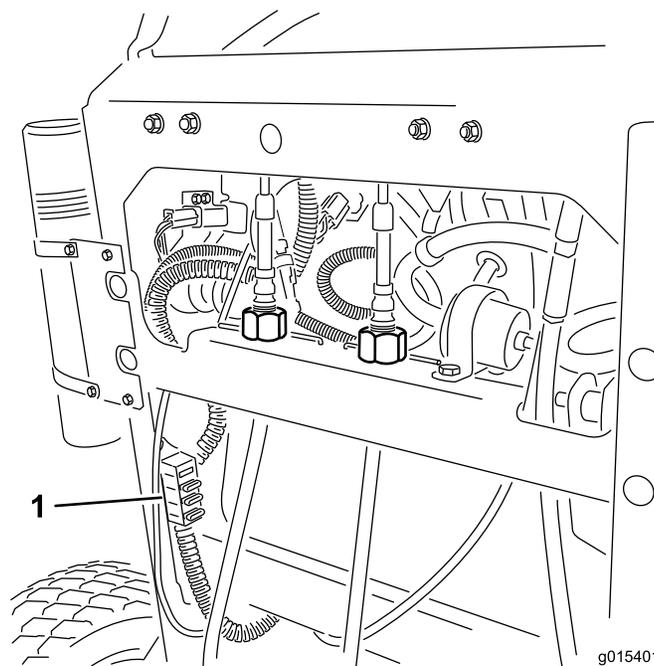

Figura 54
2. Tire hacia fuera del fusible para retirarlo o cambiarlo (Figura 54).
**Nota:** Asegúrese de instalar un fusible del tamaño correcto (Figura 54).